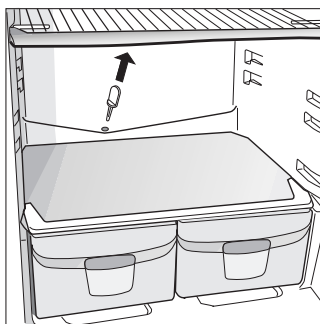

Fig. 3
Este aparelho tem descongelação automática e a água proveniente da descongelação é captada através de uma calha que a conduz para a parte posterior do aparelho através de uma descarga própria (fig. 3) onde o calor produzido pelo compressor a faz evaporar. A única intervenção que deve fazer periodicamente, consiste em limpar o furo de descarga afim de permitir que a água passe livremente.
- O furo de saída da água do descongelamento não é obstruído (Fig. 3).